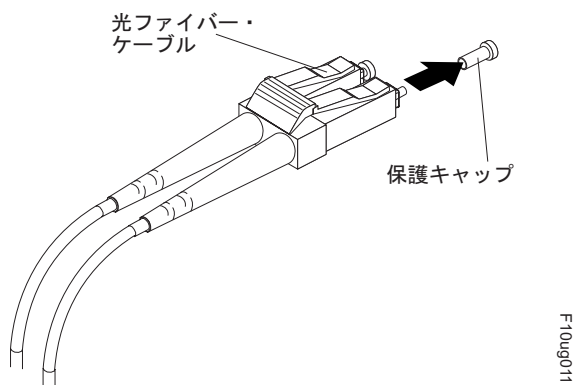

図 23. 光ファイバー・ケーブルからのキャップの取り外し
1. 保護キャップを光ファイバー・ケーブルから取り外します。 60 ページの図 23 を参照してください。